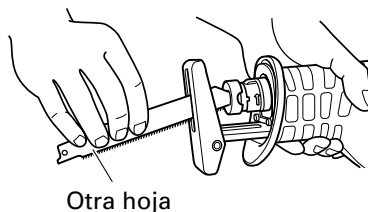

Fig. 12
- (1) Si una parte de la hoja de sierra rota sobresale de la pequeña hendidura del émbolo, extraiga la parte saliente y extraiga la hoja.
- (2) Si la hoja de sierra rota se encuentra oculta dentro de la pequeña hendidura, enganche la hoja rota utilizando la punta de otra hoja de sierra y extráigala. (Fig. 12)